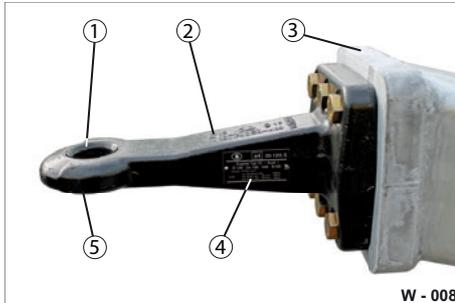

Abb. 10 Zugöse schmieren
- ▶ Reinigen Sie die Verschleiß-Buchse (Abb. 10/1) und die Zugöse mit einem sauberen, trockenen Lappen.
- ▶ Kontrollieren Sie die Zugöse (Abb. 10/2) auf Beschädigungen.
- ▶ Fetten Sie die Verschleiß-Buchse (Abb. 10/1) und den abgerundeten Bereich der Zugöse (Abb. 10/5).